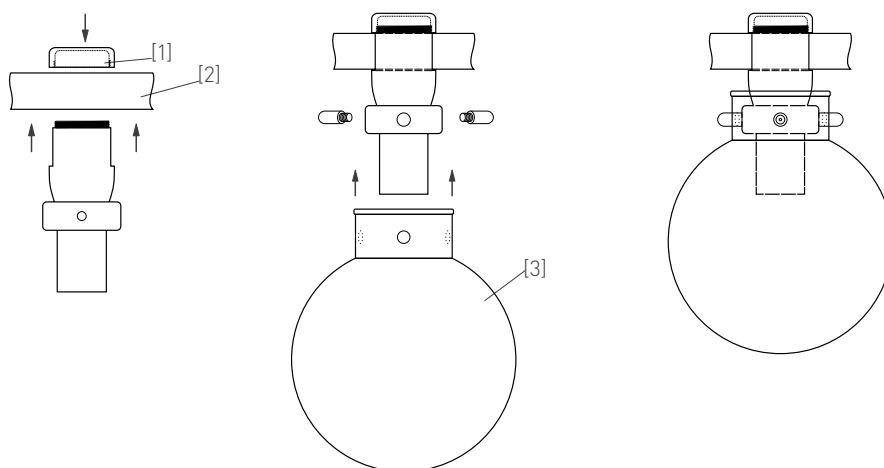

Рис. 2. Установка светильника
- Устройство крепления выполнено в виде закручивающегося фиксатора с правой резьбой, который накручивается на верхнюю часть корпуса светильника. Открутите верхнюю часть фиксатора [1] у светильника, тем самым освободив установочное пространство. Аккуратно извлеките стеклянную колбу [3] светильника из упаковки, установите стеклянную колбу на корпус светильника, закрепив ее декоративными винтами. Установите светильник в необходимом месте шинопровода [2] и зафиксируйте его, закрутив верхнюю часть фиксатора светильника, как показано на рис. 2.